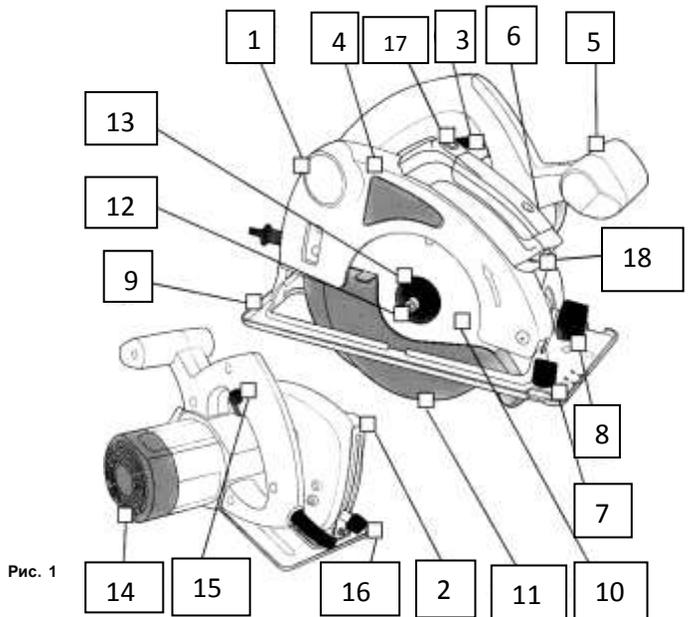

Рис. 1
Удерживая фланцевым ключом внешний фланец (13), открутите гаечным ключом болт крепления пильного диска (12)(См. Рис. 1; 2).
Для включения пилы – нажмите и удерживайте кнопку блокировки пуска (15). Нажмите на пусковую клавишу (3)(См. Рис.1).
Перед установкой упора отключите пилу от сети питания. Ослабьте зажимной винт параллельного упора (?)(См. Рис. 1; 3). Установите желаемое расстояние реза (ширину кромки), согласно показаниям шкалы параллельного упора.
Для более точной и удобной резки, циркулярная пила оснащена лазерным указателем (18)(См. Рис.1)
Для включения лазера: нажать на кнопку выключателя (17)(См. Рис.1).
Ослабьте зажимной винт линейки глубины резания (16)(См. Рис.1, 4).
Затяните зажимной винт линейки глубины резания (16)(См. Рис.1; 4).
Ослабьте зажимные винты (8)(См. Рис.1; 5).
Затяните зажимной винт (8)(См. Рис.1; 5).